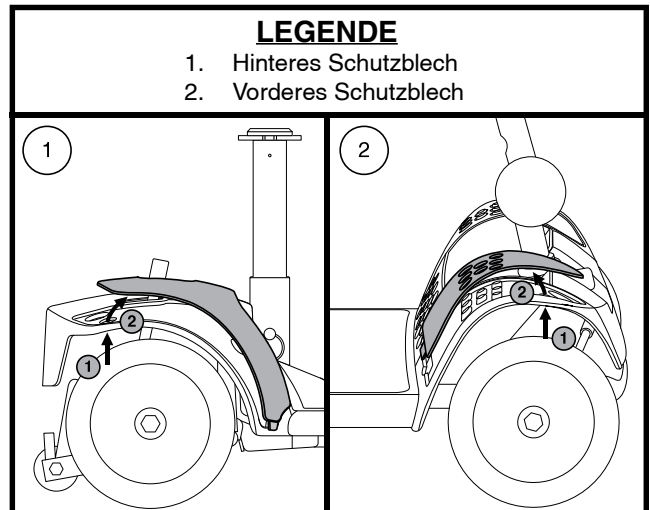

Abb. 16. Schutzblech
2. Drücken Sie durch diese Löcher, um das jeweilige Teil von dem Elektromobil zu lösen. **Siehe Abb. 16.**
**HINWEIS:** Überzeugen Sie sich beim Einbau des vorderen Schutzbleches davon, dass die Lasche am unteren Ende der Blende in die entsprechende Öffnung passt, bevor Sie die Blende eindrücken und sichern. **Siehe Abb. 16.**